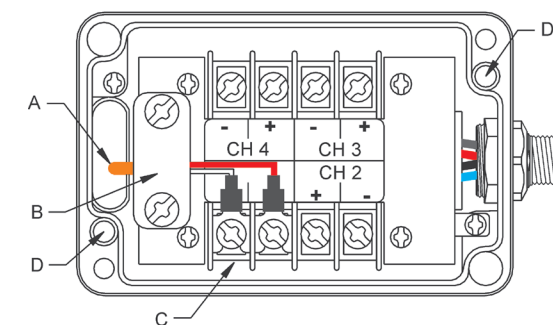

Figura 3:
Los dos cables de conexión están conectados a los terminales positivo y negativo para el canal seleccionando (vea las conexiones en la Figura 3, y las diferencias entre los colores de los cables en EE. UU. y según la norma IEC). Si se utiliza cable de termocupla blindado, se lo debe encaminar por debajo de la placa de blindaje. Una vez colocado, debe apretarse hacia abajo la placa de blindaje para hacer buen contacto con el cable de termocupla blindado, a fin de reducir la susceptibilidad al ruido de radiofrecuencia (RF). No apriete en exceso, porque puede aplastar el cable.